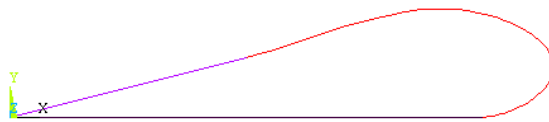

图10.12 生成的样条曲线
(8) 在【Start tangent】文本框中输入起点的切线方向向量(-1, 0, 0); 在【Ending tangent】文本框中输入终点的切线方向向量(-1, -0.25, 0)。单击【OK】按钮, 得到如图 10.12 所示的曲线。